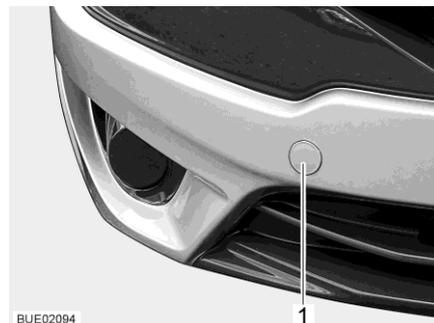

Fig. 48 Tapa para el alojamiento de la argolla de remolque (ejemplo)
- Retirar la tapa (Fig. 48,1).